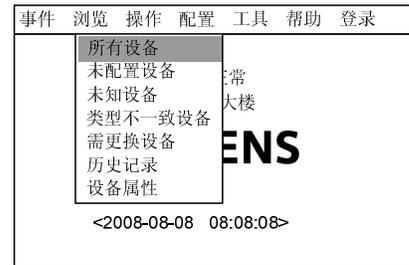
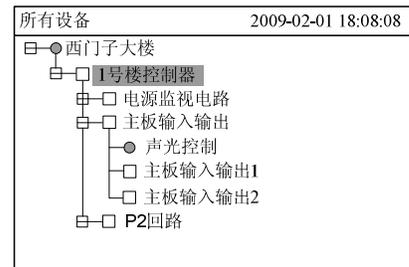

图 16-2
图 16-3
- 按“→”键选择“浏览”子菜单（图 16-2），选择“所有设备”，然后按“OK”键，树状图显示出来（图 16-3）。